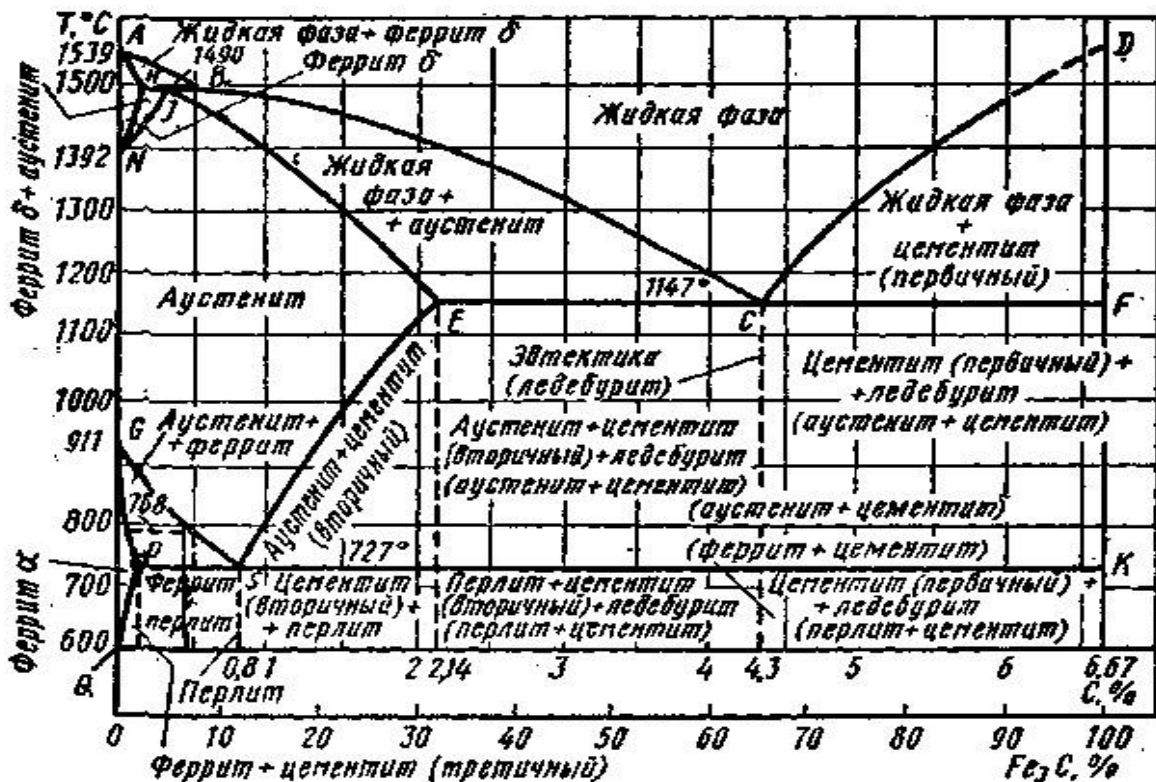

Рисунок 1 Диаграмма состояния железо-цементит
1. Вычерчиваем по диаграмме состояния (Рисунок 1) кривую охлаждения заданного железоуглеродистого сплава.